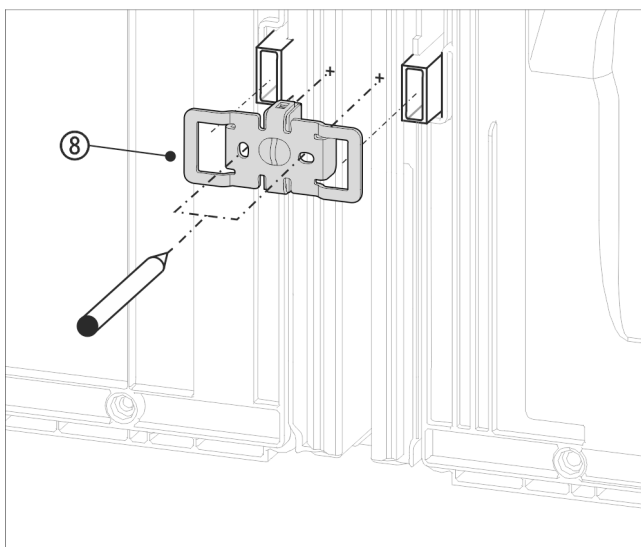

Fig. 16 例图
- 使用凹槽将角 Fig. 16 (8) 推入壁距调整垫片的插槽上方。